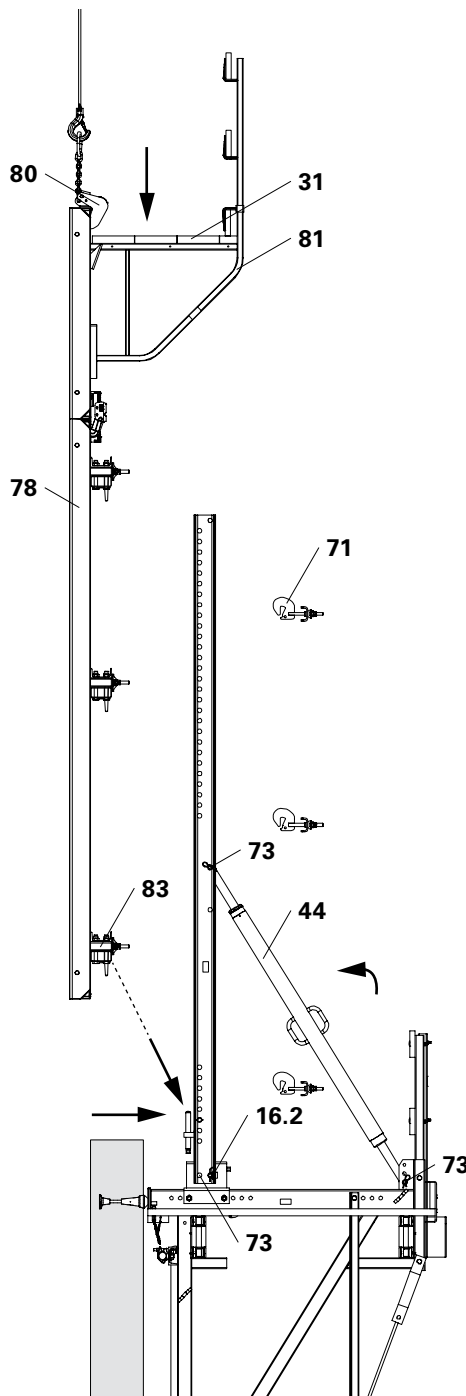

Fig. B2.30
2. Fissare il corrente verticale CB con perno \varnothing 25x180 (73) e inserto a molla 4/1 al dispositivo di posizionamento CB.
3. Fissare il puntone di stabilizzazione CB 164-224 (44) alla mensola e al corrente verticale CB con perno \varnothing 25x180 (73) e inserto a molla 4/1.
4. Puntellare lateralmente il corrente verticale. (Fig. B2.30)